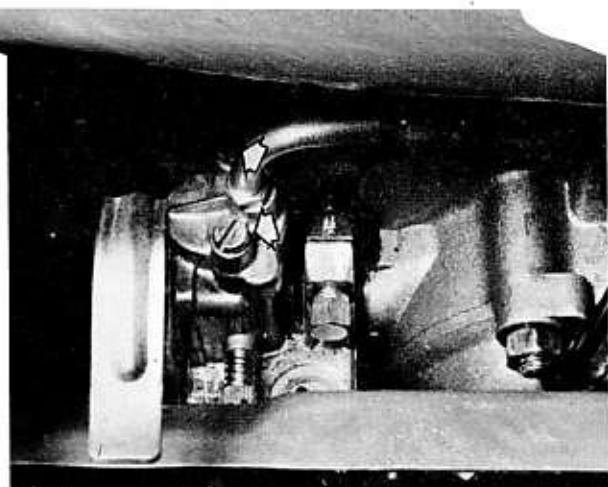

Bild 85
- Die beiden Befestigungsschrauben des Schieberkammerdeckels entfernen (Bild 85), der zusammen mit dem Schieber und der Rückholfeder ausgebaut werden kann. Diese Teile müssen jetzt noch nicht vom Gaszug gelöst werden.